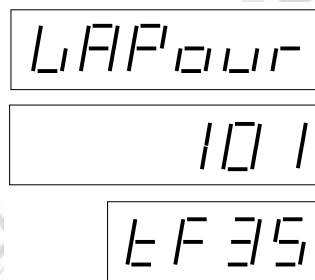

Рис. 25 Значения, отображаемые при контроле отсасывания
- в строке цены за единицу отобразится текст „tFxx“, где xx – это имитируемый расход (Test Flow) среды в л/мин, при котором производится текущий контроль отсасывания см. рис. 25; имитируемый расход среды можно менять нажатием клавиши „+“ или „-“.